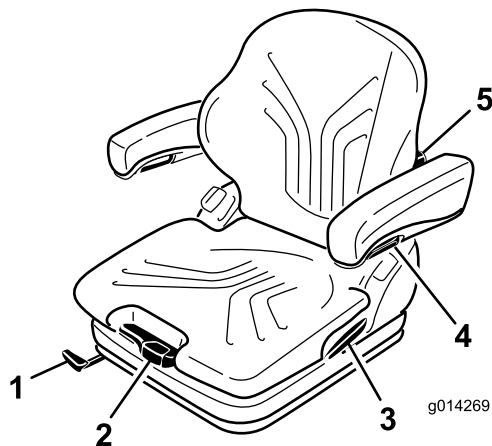

図 31
そして、体重調整レバーを使って、運転する人の体重に合わせます(図 31)。
1. 調整は、レバーを引き上げてシートのロックを解除して行います(図 31)。
調整ノブを上に戻すと背もたれの上部の湾曲の調整ができます。調整ノブを下に戻すと背もたれの下部の湾曲の調整ができます( ) 図 31。
アームレストの高さを調整するには、カバーについている丸いキャップ(図 31)を外し、裏側にある六角ナット(13 mm)をゆるめて高さを調整し、その位置でナットを締めつけます。ナットにキャップを取り付けます。
アームレストの角度はノブを回して調整します (図 31)。
ロックレバーを引いてバックレストキャッチを外します (図 31)。この時、背もたれにもたれかかるなどして力を掛けないようにしてください。